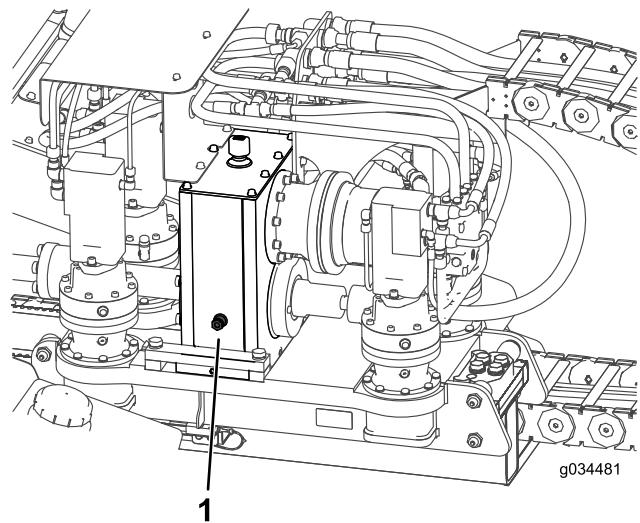

Bild 103
2. Prüfen Sie den Ölstand im Schauglas an jedem Planetengetriebe des Druckmotors (Bild 103).
3. Nehmen Sie den Entlüfterdeckel ab und füllen Öl in das Planetengetriebe, bis der Ölstand mindestens die Hälfte des Schauglases bedeckt (Bild 103).
2. Prüfen Sie den Ölstand im Schauglas am Getriebe (Bild 103).
3. Nehmen Sie den Entlüfterdeckel ab und füllen Öl in das Getriebe, bis der Ölstand mindestens die Hälfte des Schauglases bedeckt (Bild 103).
- Füllen Sie das Getriebe mit Öl, bis der Ölstand mindestens die Hälfte des Schauglases bedeckt (Bild 103).